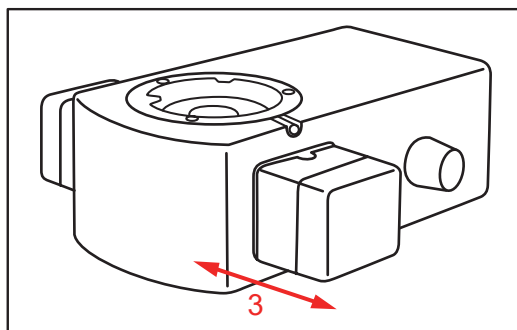

Figura 5.
c) Presione y tire del botón No. 3 para encontrar la posición de fluorescencia o la posición de campo claro correcta (Figura 5).